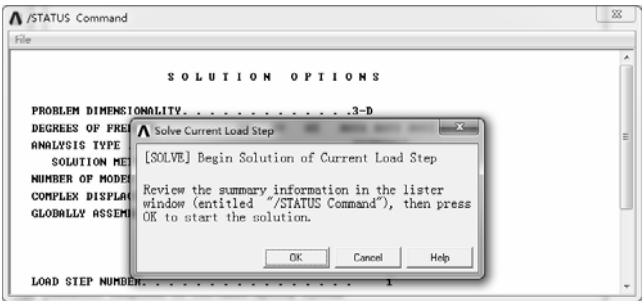

图 7-102 求解信息窗口
1) 选择“Main Menu>Solution>Solve>Current LS”命令，弹出图 7-102 所示的求解信息窗口，其中“/STATUS Command”窗口显示所要计算模型的求解信息和载荷步信息。